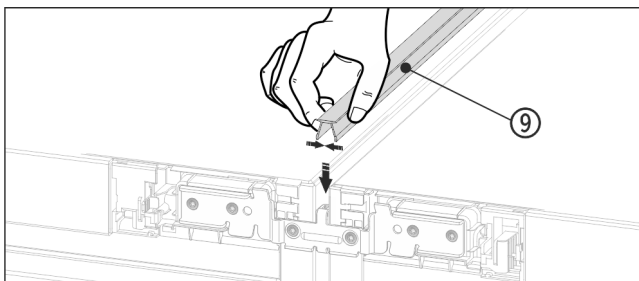

Fig. 18
- Sur le côté supérieur, pousser la baguette Fig. 18 (9) courte dans la fente horizontale.